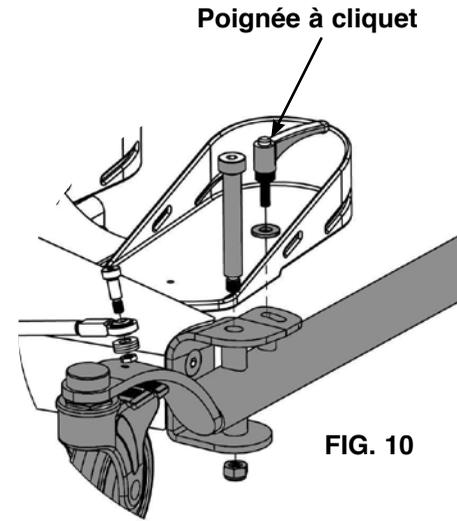

FIG. 10
**FIG. 10-** Placez la patte à l'intérieur de la plaque de fixation de la patte. Insérez la poignée à cliquet dans l'orifice en fente et serrez à fond. Insérez le boulon dans l'orifice, dans la plaque de fixation et au travers de la patte. Mettez l'écrou et serrez à fond.